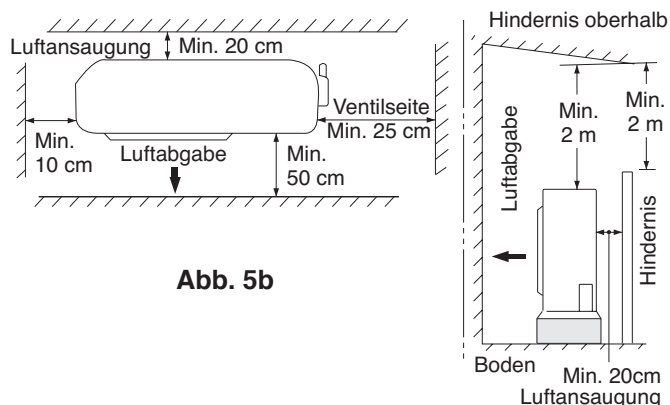

Abb. 5b
- Das Gerät an einer Stelle installieren, an der mindestens zwei Seiten des Geräts freiliegen; der Luftstrom zur Einlass- bzw. Auslassöffnung darf nicht blockiert sein. Ebenso ist darauf zu achten, dass ausreichend Platz zur problemlosen Ausführung von Wartungsarbeiten vorhanden ist. Es wird empfohlen, die Oberseite des Geräts frei zu halten. (Abb. 5b)